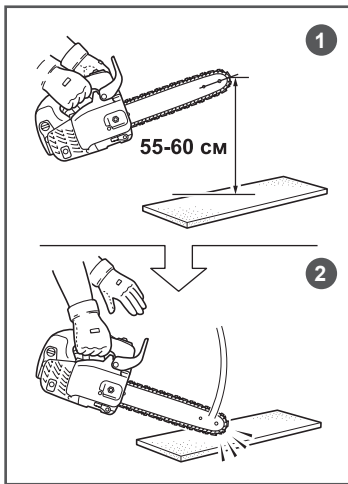

Рис. 7 Проверка инерционного тормоза
1. Возьмитесь за переднюю и заднюю рукоятку бензопилы и держите ее так, чтобы она располагалась на высоте 50- 60 см от испытательной поверхности (Рис. 7).